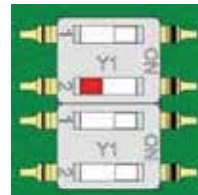

Abb. 6: RS485-Schnittstelle
- ☒ Schieben Sie den DIP-Schalter 1 oben in die Position OFF (Abb. 6), wenn das Gerät nicht am Ende des Stranges installiert ist.